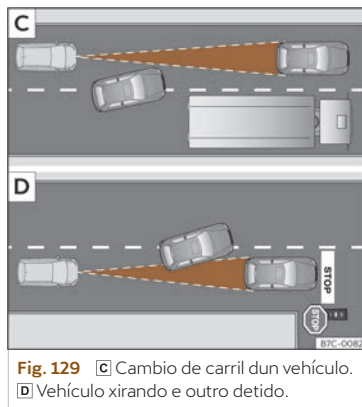

Fig. 129 [C] Cambio de carril dun vehículo. [D] Vehículo xirando e outro detido.
- Vehículos que cambien ao carril polo que vostede circula a pouca distancia do seu vehículo >>> **fig. 129 [C]**.
O ACC pode non reaccionar ante vehículos parados. Se por exemplo, un vehículo detectado polo ACC xira ou se afasta e diante do mesmo atópase un vehículo parado, o ACC non reaccionará ante este >>> **fig. 129** [D].